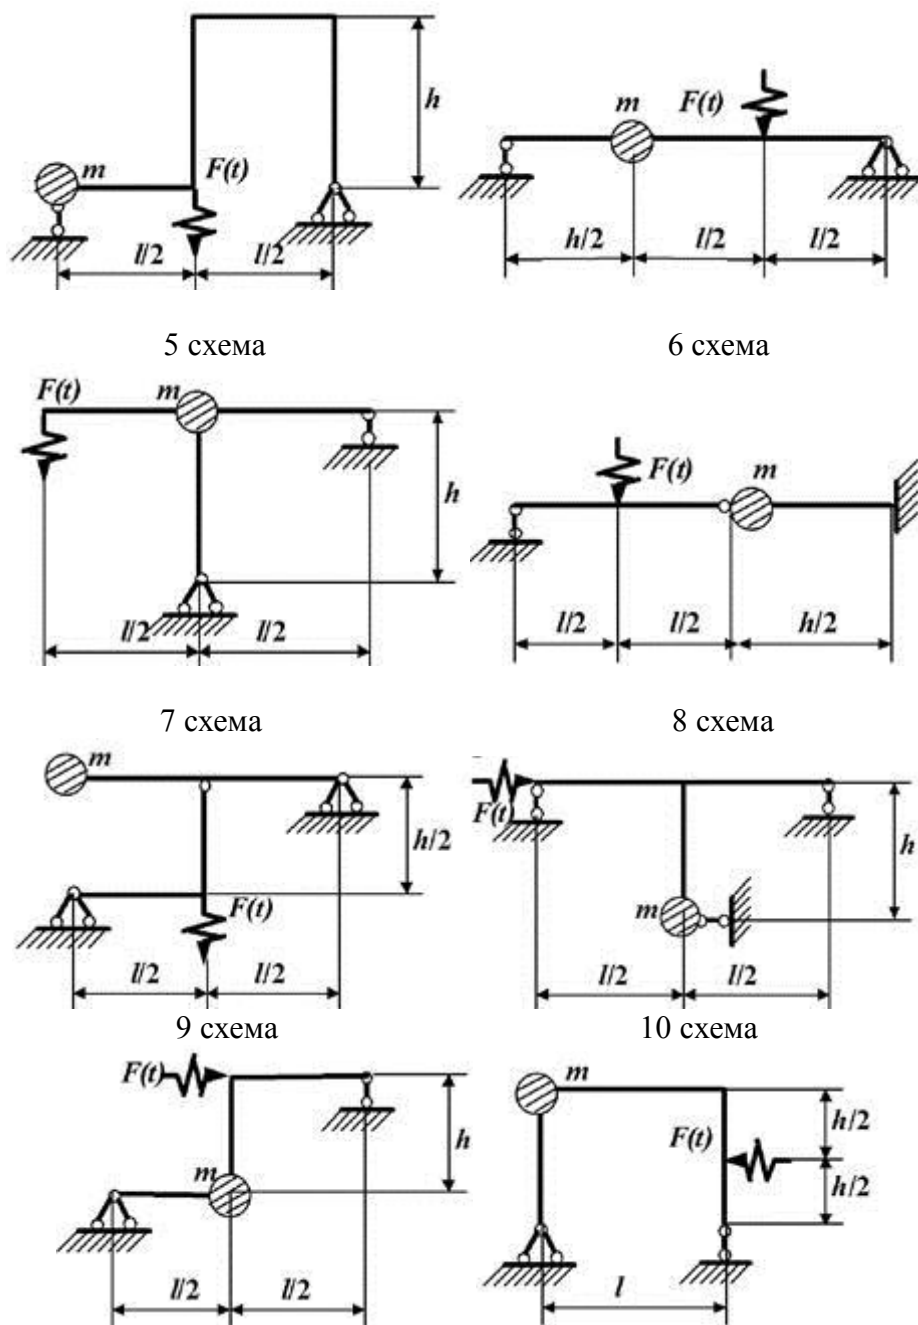

Рис. 5.1
**ЗАДАНИЕ 5.1.** Исходные данные к задаче принимаются по табл. 5.1 и схемам на рис. 5.1